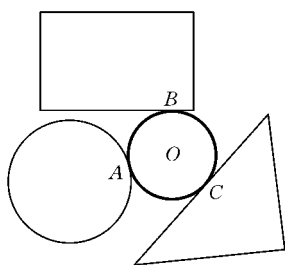

图 2.9 使用“相切、相切、相切”绘制圆
③ 两点 已知圆直径上的两个端点绘制圆。根据命令行的提示,输入圆的直径的第一个端点、直径的第二个端点。
④ 相切、相切、半径 绘制与两个对象相切、且半径已知的圆。根据命令行的提示,打开“对象捕捉”模式,设置捕捉“切点”,选择与要绘制的圆相切的第一个对象、第二个对象,输入圆的半径。
⑤ 相切、相切、相切 绘制与三个对象相切的圆。打开“对象捕捉”模式,设置捕捉“切点”,选择与要绘制的圆相切的第一个对象、第二个对象、第三个对象,如图 2.9 所示。